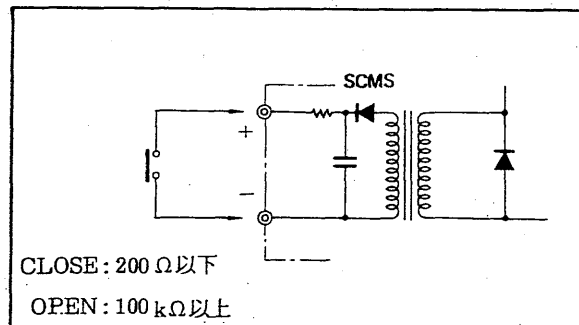
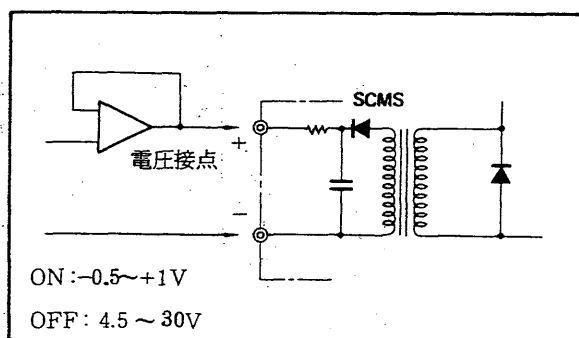

図3.1.3 ステータス入力（無電圧接点）
図3.1.4 ステータス入力（電圧接点）
- (1) 端子に配線する場合、配線端末は丸形圧着端子をご使用ください。
- (2) ステータス入力、ステータス出力はプログラムで指定されますので確認の上接続してください。指定がない場合のデフォルト設定はステータス信号端子1～5が入力端子、ステータス信号端子6～10が出力端子となっています。
- (3) ステータス入出力信号ではマイナス側をコモンとしている部分がありますので、端子相互の絶縁を必要とする場合は、リレーなどを使用し、外部で処理して下さい。
- (4) ステータス入力用の接点および電圧レベルは、仕様に合致するものをご用意ください。特に過大導線抵抗、過大導線内電圧降下、電圧レベル入力の際には極性に注意してください（図3.1.3、図3.1.4参照）。
- (5) フェイル出力、ステータス出力は、トランジスタ接点です。外部の機器を接続する場合は、下記に注意して配線してください（図3.1.3、図3.1.4参照）。
- (6) 通信配線には、SCCD通信専用シールド付ツイストペア線をお使いください。
- (7) 電流出力は、使わない場合、短絡してください。